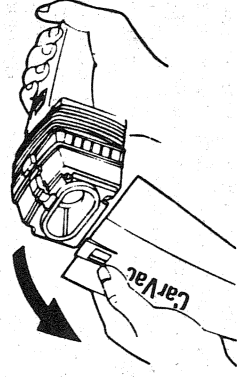

FIG. 9
7. Raccorder le collecteur sur le bloc moteur/poignée (fig. 9) en rapprochant le bord inférieur du collecteur du bord inférieur du bloc moteur. Centrer de sorte que le bloc moteur se loge convenablement dans le collecteur puis les rapprocher jusqu'à ce que ces deux éléments s'enclenchent.